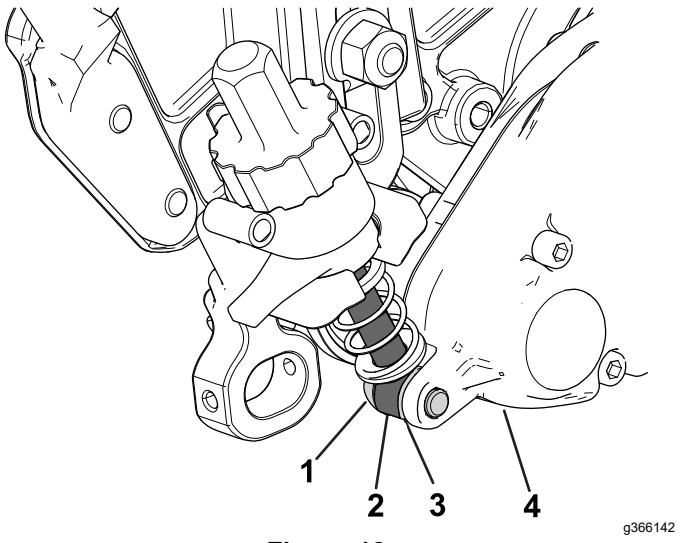

Figura 12
- En el lado de la caja de la transmisión del groomer, coloque la varilla del brazo del regulador del soporte de altura de corte en el interior de la caja de transmisión del groomer y fíjela con un perno de cuello largo y una arandela endurecida, tal y como se muestra en la Figura 12; apriete el perno de cuello largo a entre 16 y 22 N·m.